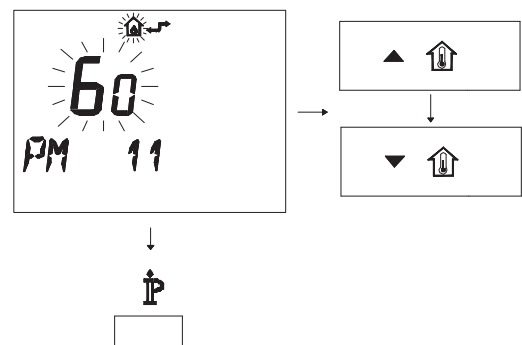

Fig. 5.77
- Per modificare il SET programmato agire sui pulsanti $\blacktriangle \uparrow$ o $\blacktriangledown \uparrow$ e aspettare che il numero programmato cominci a lampeggiare (Fig. 5.77). Ogni passo incrementato o decrementato corrisponde a 1 secondi.